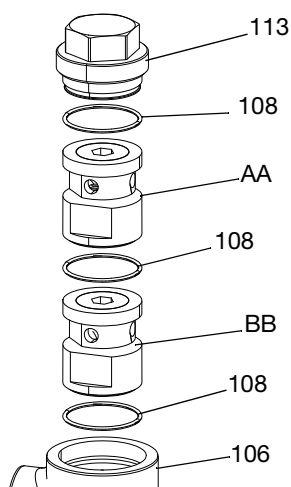

図 9
5. 上記の手順 1 ～ 4 に従って、下部チェックアセンブリ (BB) を組み立てます。
6. O リング (108) をインレットハウジング (106) に取り付けます。
7. 下部チェック (BB) を図の向きでハウジング (106) に取り付けます。
8. O リング (108) をインレットハウジング (106) に取り付けます。
9. 示している方向で、上部チェック (AA) をインレットハウジング (106) に取り付けます。
10. O リング (108) をバルブインレットキャップ (113) に取り付けて、焼付防止潤滑剤をバルブインレットキャップのネジ山に塗布します。インレットキャップを 70 ft-lbs (95 N•m) のトルクで 締めます。図 9 を参照してください。